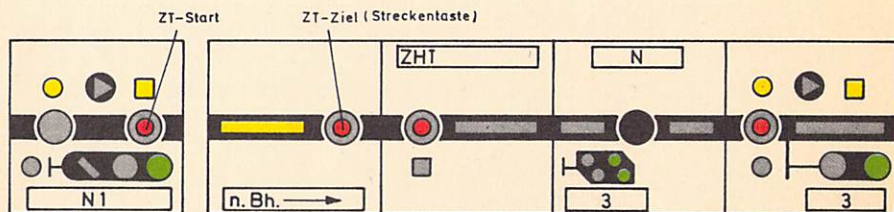

Bild 48
- (4) Die Ausfahrzugstraße wird durch Bedienen der Zugstraßentaste des Ausfahrsignals und der Streckentaste eingestellt. Ist der Ausfahrblockabschnitt frei, wechselt das Ausfahrsignal in die Fahrtstellung (vgl. Bild 48).